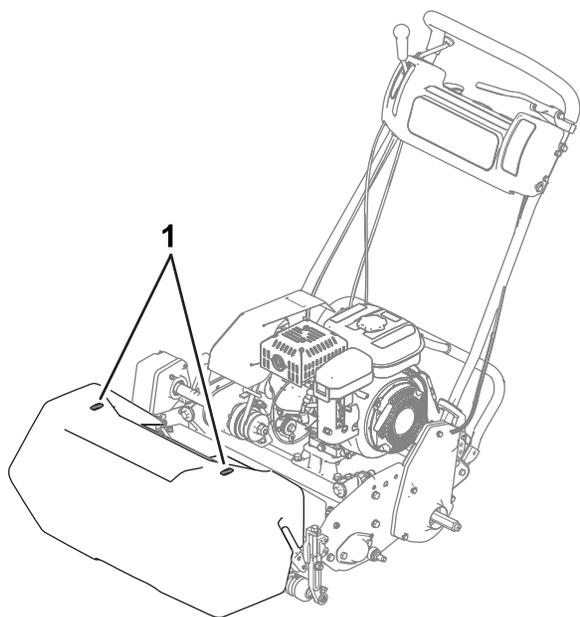

Рисунок 22
- Чтобы сохранять прямолинейное движение на протяжении всего гринь и поддерживать одинаковое расстояние от края предыдущей скошенной полосы, используйте ориентирующие полосы на травосборнике (Рисунок 22).